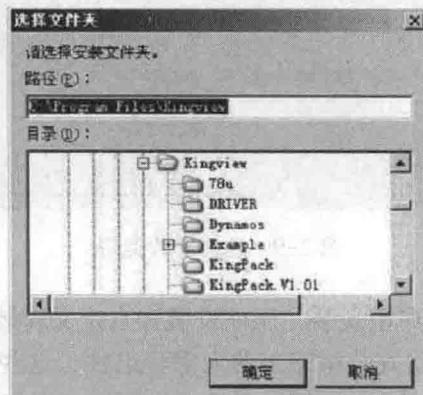

图 2-7 安装路径编辑
(8) 由对话框确认组态王软件的安装目录。默认目录为 C:\Program Files\Kingview，若希望安装到其他目录，请单击“浏览...”按钮，弹出如图 2-7 所示对话框。